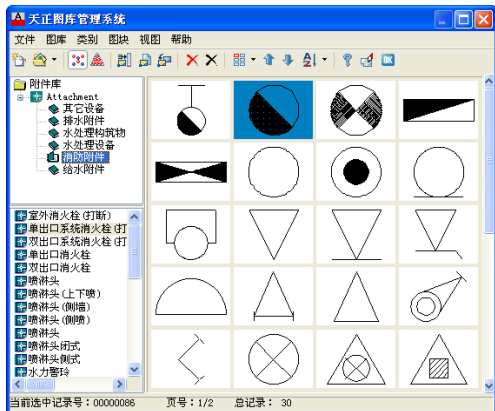

图 14-55 选择消火栓图块
⑦ 插入消火栓图块。单击“图库图层”→“图库管理”命令，系统弹出【天正图库管理系统】对话框，在其中选择消火栓图块，结果如图 14-55 所示。